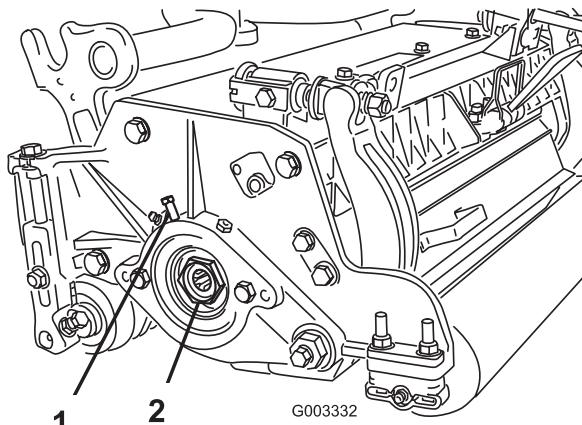

Figure 20
- Desserrez la vis extérieure de fixation de l'écrou de réglage au logement de roulement situé sur le côté gauche du plateau de coupe (Fig. 20).